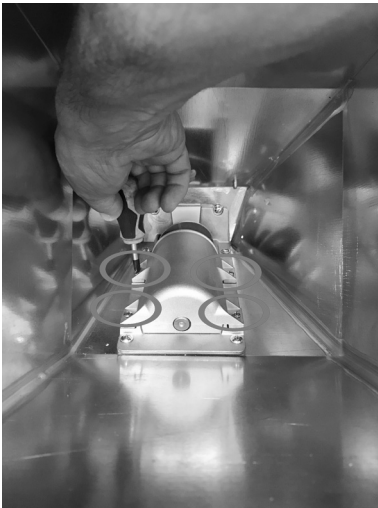

Fig. 77 - Lösen der Schrauben
- Über einen kleinen Schlauch einen Digitaldruckwächter zum Messen des Unterdrucks anschließen (siehe **Fig. 77**).